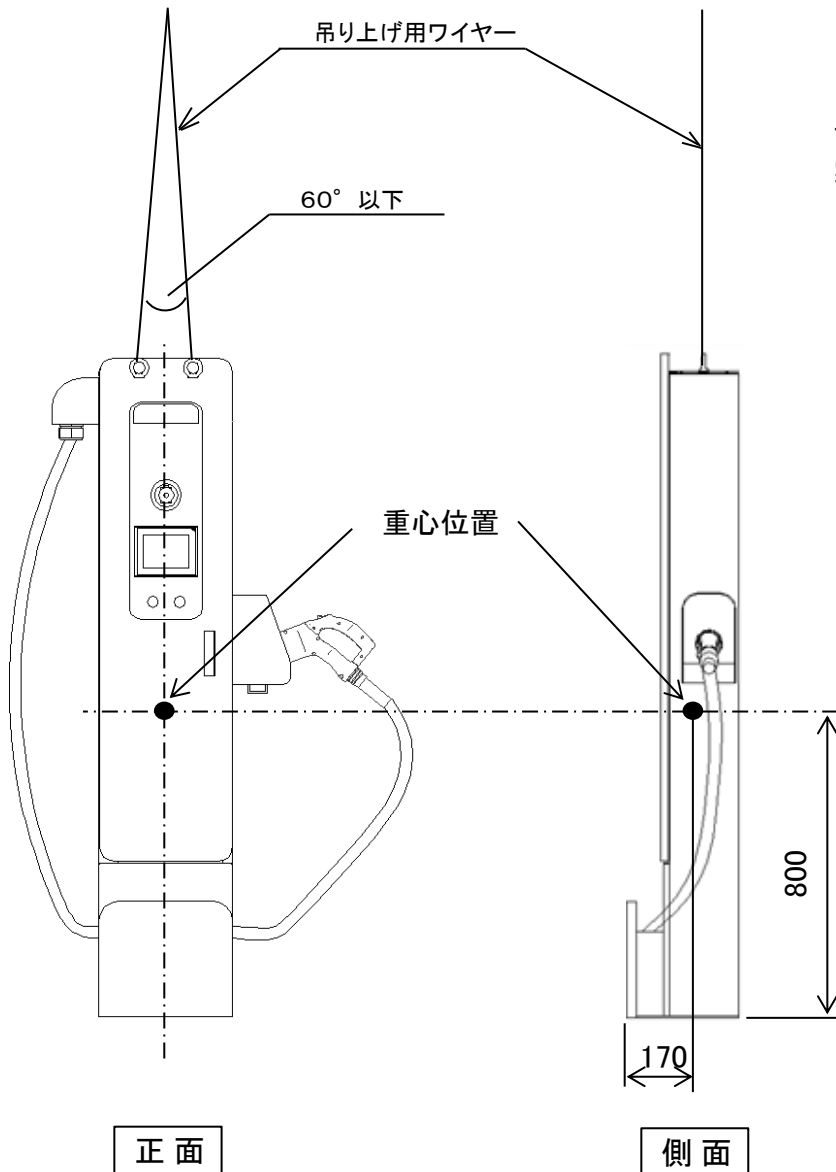

図2 運搬・吊り上げ外観例(スタンドの場合)
- ① 運搬・吊り上げの際には、本体は図2のように天井に取付けてある吊り金具により吊り上げてください。
- ② 吊り上げ用のワイヤーは当社では準備しませんので、正面図に記載された製品質量を参照し、吊り上げに対し十分な強度を持つワイヤーを選定してください。
- ③ 運搬・吊り上げの際、扉が開いていますと危険ですので必ずロックしてください。
- ④ アイボルトは搬入後取外し、アイボルト塞ぎボルトにて上部の取付穴を塞いでください。
- ⑤ アイボルト塞ぎボルト取付後に、トップカバーを取付手順に従い取り付けてください。